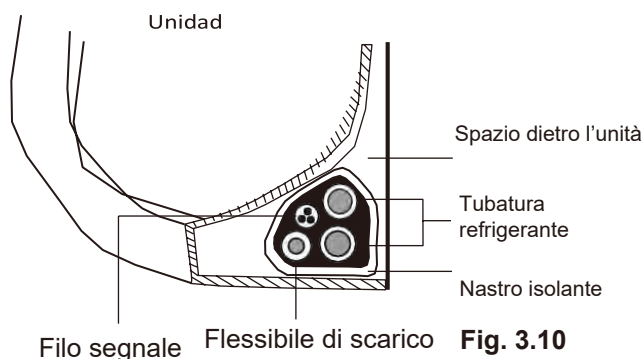

Fig. 3.10
1. Lega il flessibile di scarico, i tubi refrigeranti e il cavo segnale in conformità alla **Fig. 3.10**
3. Usando nastro isolante, avvolgi il filo segnale, i tubi refrigeranti e il flessibile di scarico insieme saldamente. Ricontrolla che tutti gli elementi siano legati conformemente alla **Fig. 3.10**.